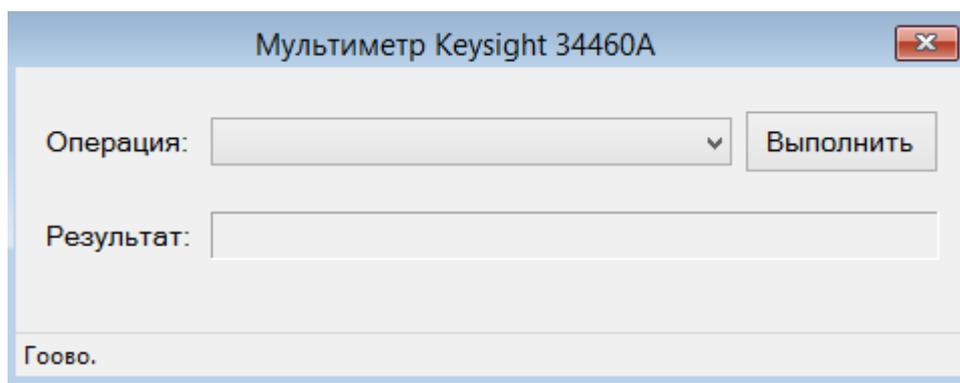

Рисунок 14 – Просмотр операций логирования
6. «Мультиметр Keysight 34460A» - получение данных от мультиметра (напряжение, ток ...) (рис. 14);